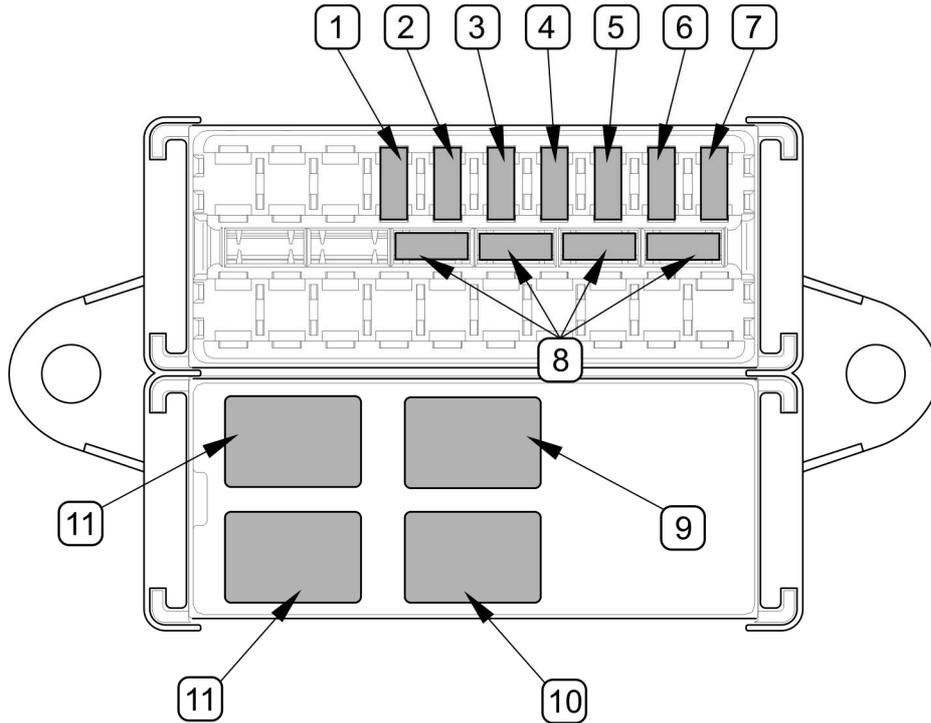

ABBILDUNG 5.7 Sicherungen und Relais
Im Sicherungskasten befinden sich vier Sicherungen (9), (10), (11) (ABBILDUNG 5.7), die mit 10/20 A 24 V gekennzeichnet sind und Sicherungen vom Typ MINIVAL (siehe TABELLE 5.3)